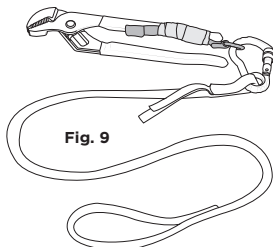

Fig. 9
7. Attach a tool lanyard to complete an appropriate tethering system. [fig 9]
7. Acople una cuerda de amarre para herramientas para que el sistema de anclaje sea el adecuado [fig 9].